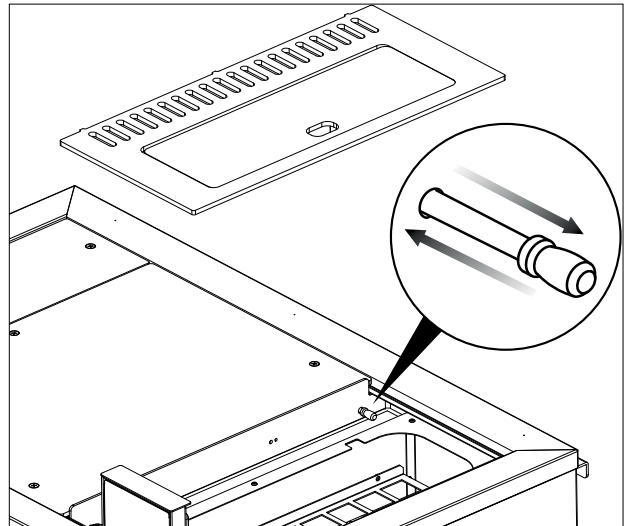

Fig. 4
1. aprire il coperchio del serbatoio pellet ed estrarlo dalla sua sede contestualmente al piano che lo contiene (fig. 4)
2. azionare più volte la leva che permette la movimentazione del raschiatore superiore (fig. 4)
1. open the pellet hopper lid and remove it from its seat and at the same time the surface that holds it (fig. 4)
2. repeatedly action the lever that allows movement of the upper scraper (fig. 4)
1. Öffnen Sie den Deckel des Pellet-Behälters und ziehen Sie ihn aus seinem Sitz heraus (Abb. 4).